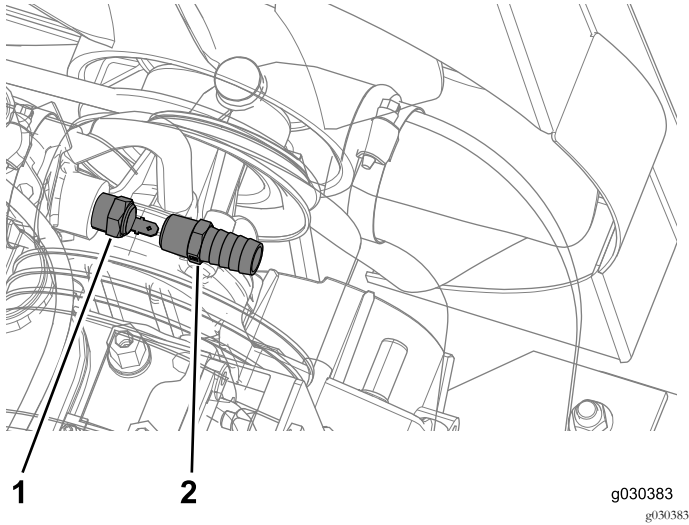

Figura 33
1. Localize, desligue e retire o sensor da temperatura, conforme indicado em Figura 33.